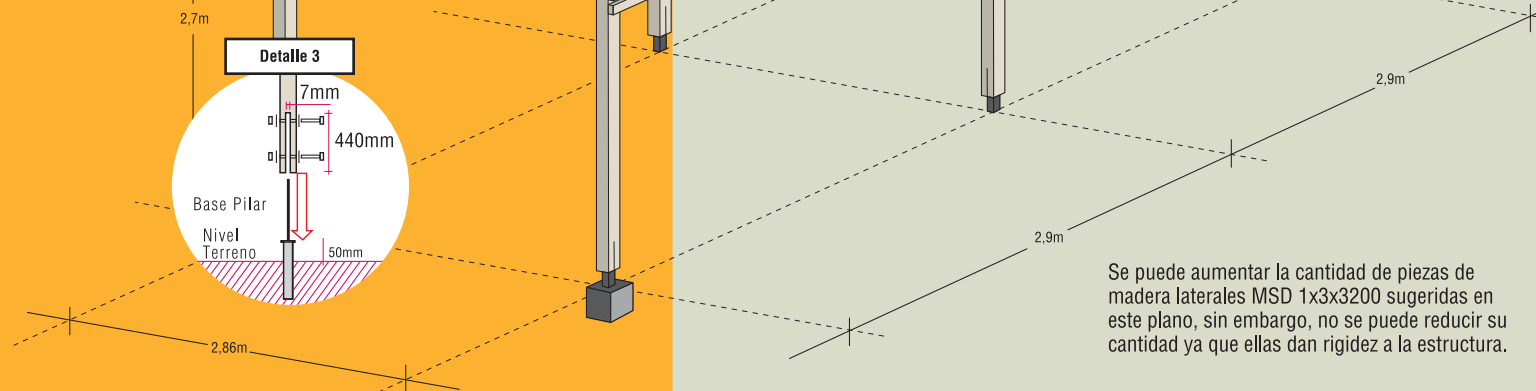

Figura 1
5. Preparar los pilares Hilam según **figura 1**. Lijar y barnizar* las piezas de madera por toda la superficie incluyendo los bordes o cantos.